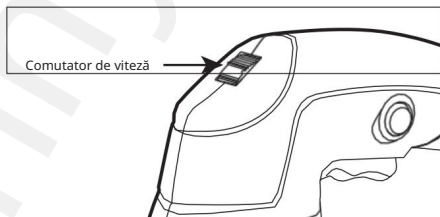

Figura 3
2. Pentru a regla viteza, rotiți selectorul de viteză din poziția 1 (viteza cea mai mică) în poziția 6 (viteza cea mai mare). Consultați figura 3 de mai jos.